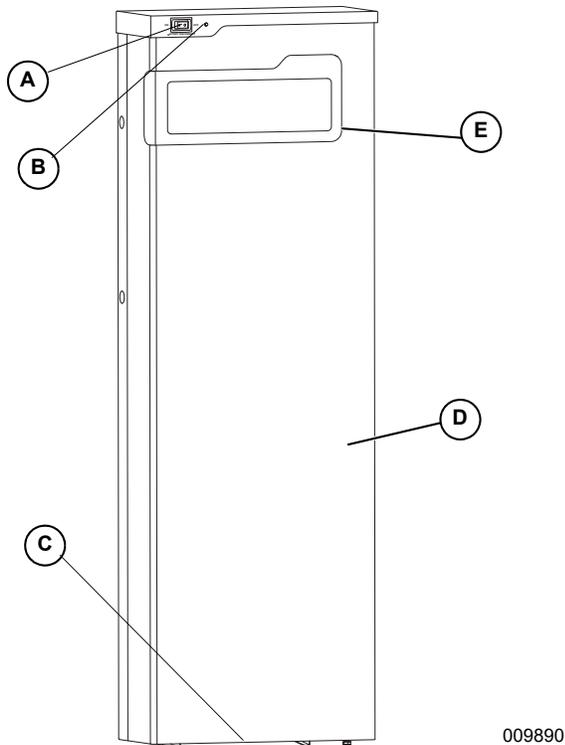

Figura 2-4. Ubicaciones de los componentes
Consulte la Figura 2-4. El interruptor de desconexión de la batería (A) desconecta la pila de baterías de los componentes electrónicos del sistema de monitoreo de la batería (BMS, battery monitoring system).
Consulte la Figura 2-4. El color y el intervalo estroboscópico del LED (B) comunican el estado de la batería.